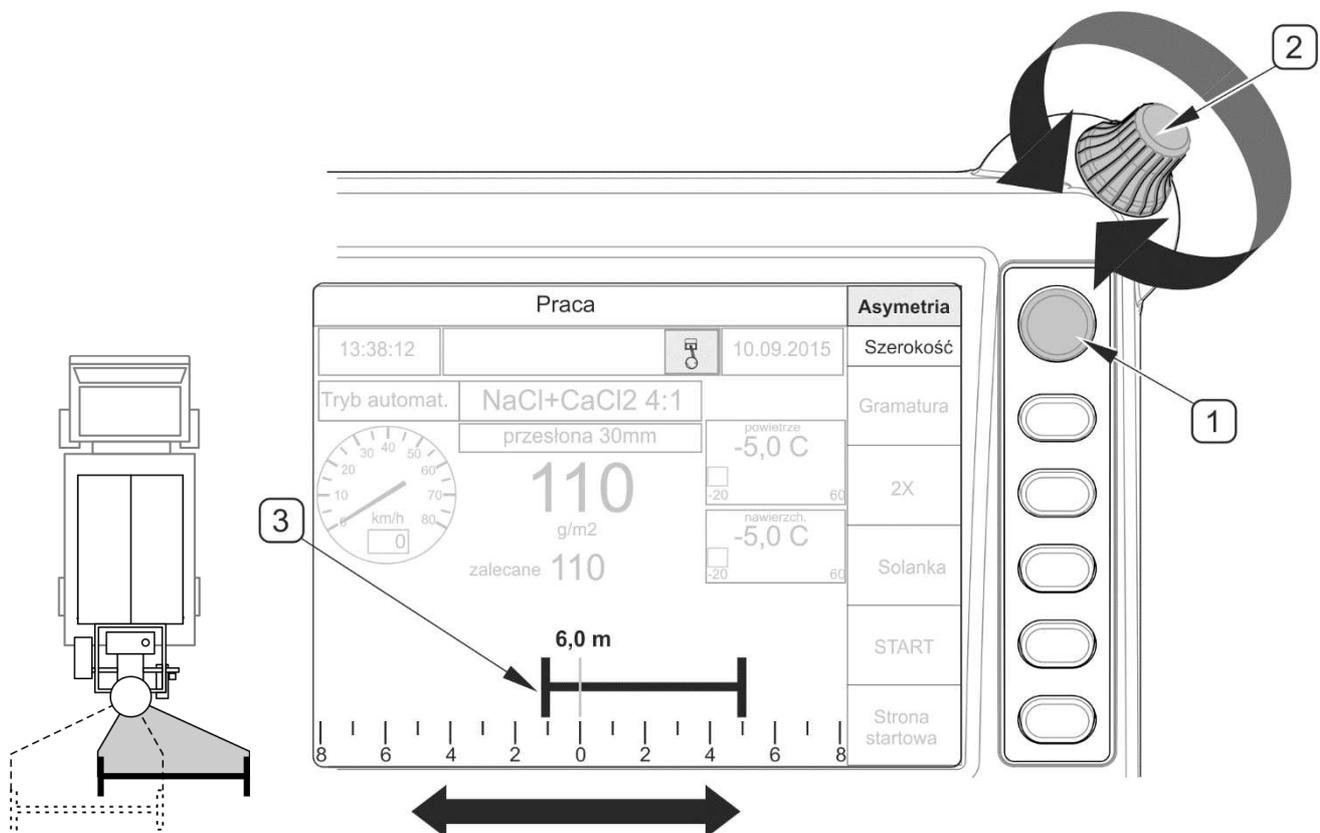

ABBILDUNG 4.26 Änderung der Asymmetrie der Streuung
- Mithilfe der Taste (1) die Funktion „Breite“ auswählen,
- Durch Drehen des Drehreglers (2) die gewünschte Streubreite (3) zwischen $2\text{ m} \div 12\text{ m}$ einstellen.
Um die Asymmetrie zu verstellen, muss auf der Betriebseite „Betrieb“ mithilfe der Taste (1) das Feld „Asymmetrie“ ausgewählt werden. Durch Drehen des Drehreglers (2) die aktuelle Streubreite auf die linke oder rechte Seite verschieben (ABBILDUNG 4.26).